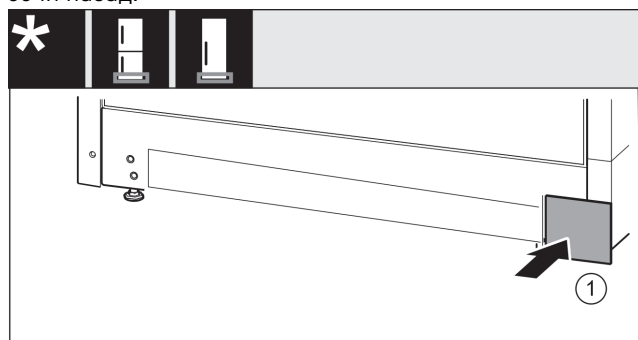

Fig. 19
- Поставете капака Fig. 19 (1) отново върху другата страна.